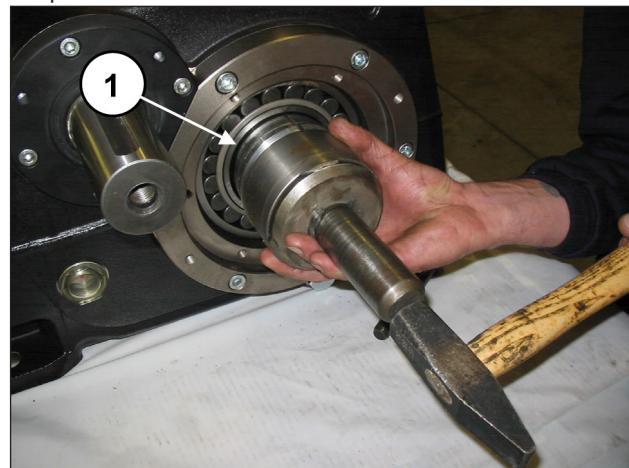
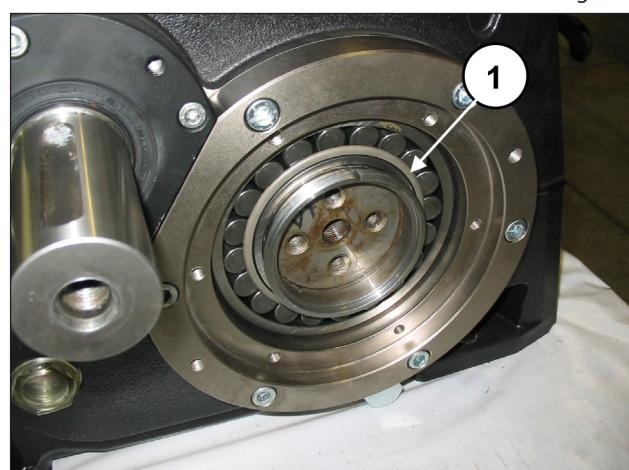

Fig. 76
Fig. 77
Insérer complètement la douille de pression sur le vilebrequin. (rep. ①, Fig. 76 et Fig. 77) en utilisant une masse à inertie et un tampon.